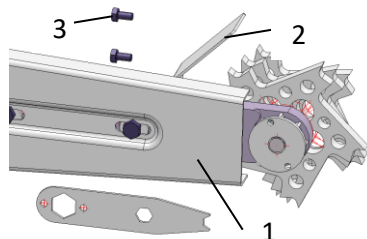

Fig. 4.: Montaje de la placa protectora
- > Montar la placa protectora en la barra guía (1 - Fig. 4).
- > La fresadora ranuradora tiene otra placa protectora (2 -Fig.4). Está atornillada a la carcasa con dos tornillos hexagonales (3 - Fig.4).